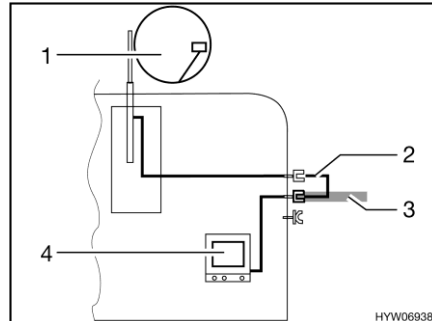

Bild 222 TV i fordonet
- TV i fordonet (Bild 222,4): Anslutning till takantenn (Bild 222,1) med anslutningskabel (Bild 222,2)
- TV i fordonet (Bild 222,4): Anslutning till extern antenn (Bild 222,3)